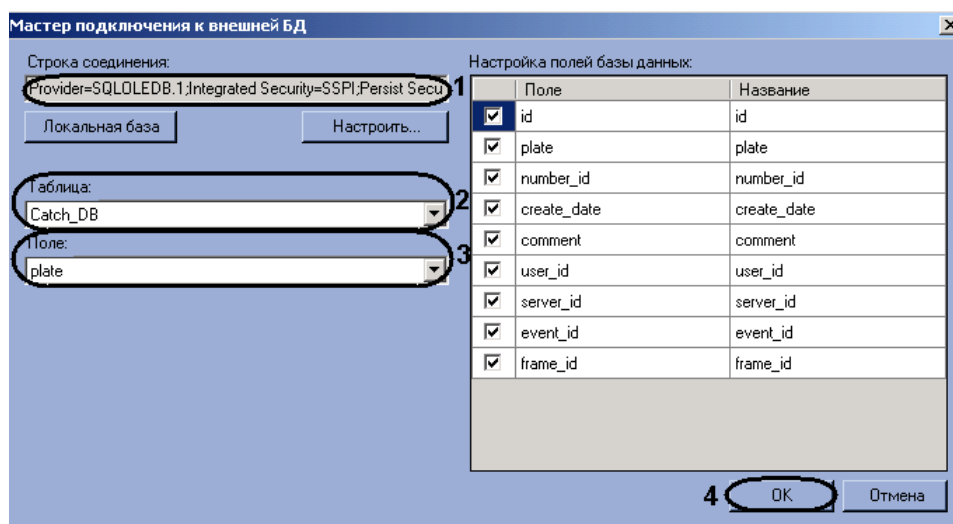

Рис. 7.6—6. Выбор столбца с номерами транспортных средств
7. В списке «Таблица» (см. Рис. 7.6—6, 2) отображаются названия таблиц в выбранной базе данных. Выбрать из данного списка таблицу, в которой содержатся номера транспортных средств.